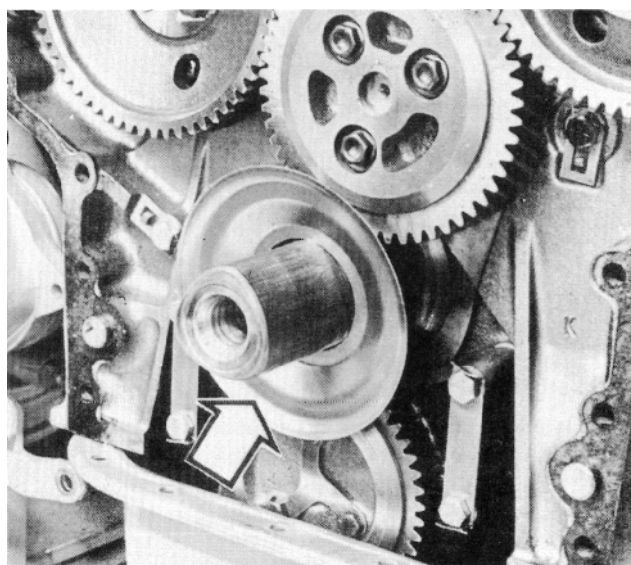

Fig. 76. Oljeavkastare
6. Montera oljeavkastaren på vevaxeltappen med skålningen vänd framåt (fig. 76).